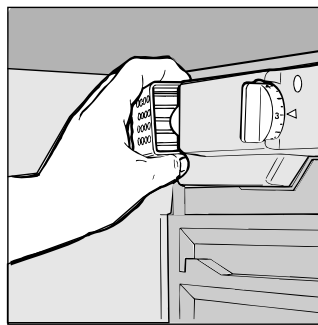

Fig. 3
- Cómo cambiar la bombilla interior: En la parte trasera de la caja termostato está situada la bombilla de alumbrado interno. En caso de tener que reemplazarla, desenroscar la bombilla agotada y sustituirla con otra cuya potencia no sea de más de 15 W actuando según se indica en la fig. 3.